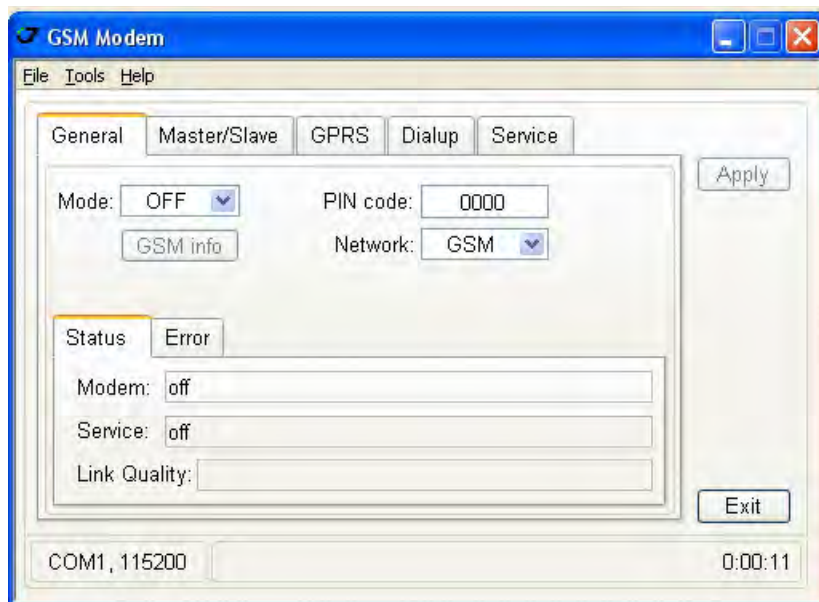

Рисунок 17. Закладка General
1. В закладке *General* настройте следующие параметры (Табл. 10) и нажмите *Apply* (Рис. 17 на стр. 30).
- В закладке *Master/Slave* настройте следующие параметры (Табл. 11) и нажмите *Apply* (Рис. 17 на стр. 30).